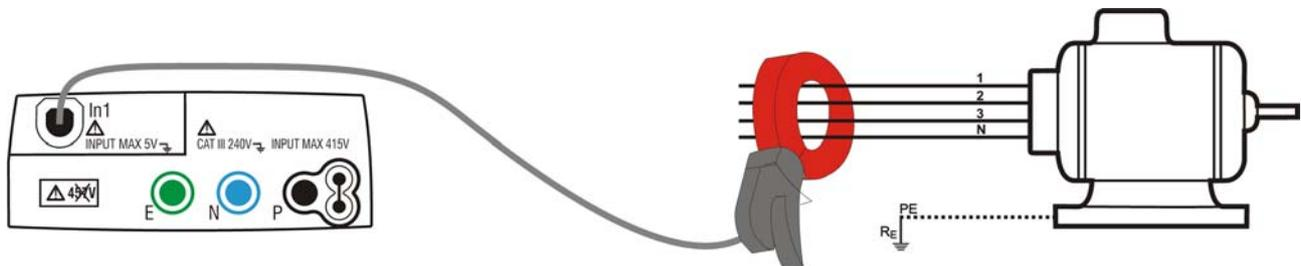
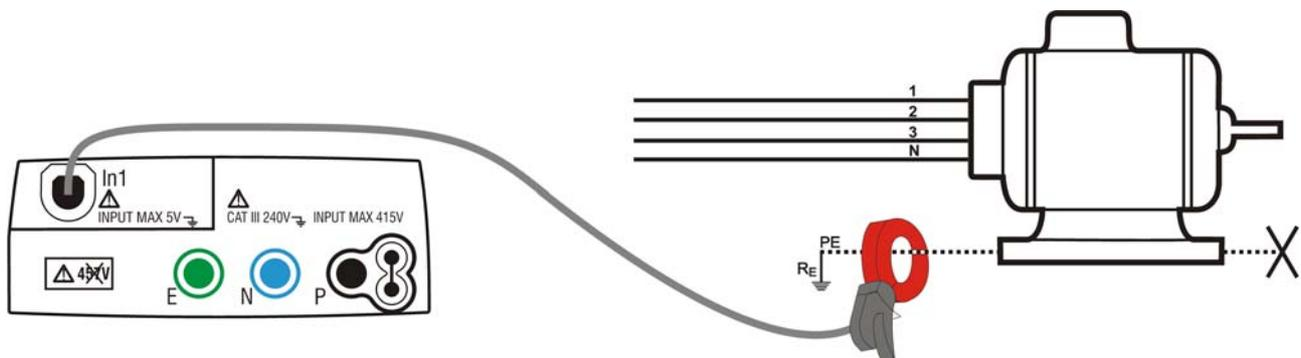

Fig. 29: Medición indirecta de la corriente de dispersión en instalaciones trifásicas
Fig. 30: Medición directa de la corriente de dispersión en instalaciones trifásicas
4. Para medidas indirectas de la corriente de dispersión, conecte la pinza externa en acuerdo con las Fig. 29. Para medidas directas de la corriente de dispersión conecte la pinza en acuerdo con las Fig. 30 y desconecte las eventuales conexiones unidas a tierras que puedan influenciar los resultados de la prueba